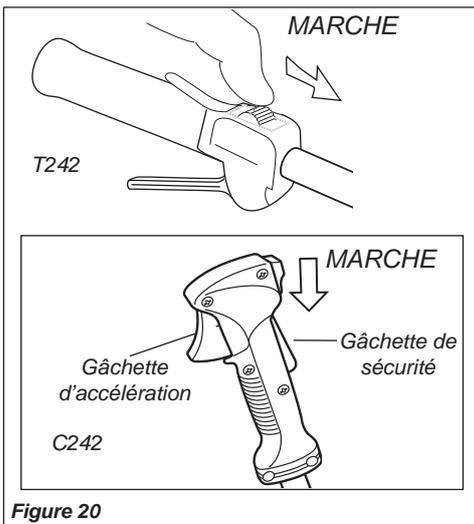

Figure 20
1. Glisser l'interrupteur d'allumage dans la position « I » (MARCHÉ). Voir la figure 20.